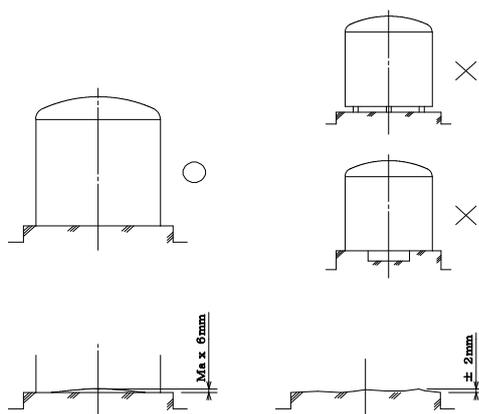

図. 3
- ・円筒タンクの据付基礎は底板に対して全面支持として下さい。(図3参照)
- ・基礎は平らで、異物や突起物のない様に仕上げして下さい。(突起は2mm以下として下さい。 図3参照)